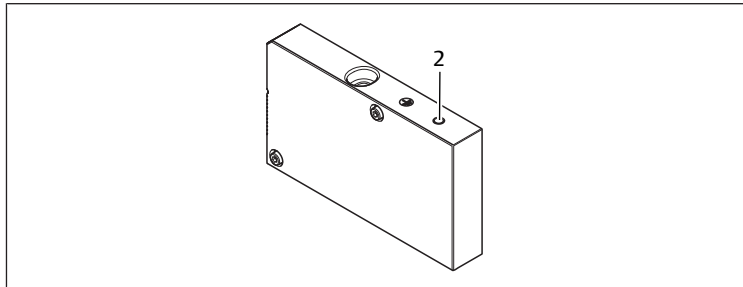

Fig. 8: Conexión FE
1. Para desviar interferencias de CEM, conecte a tierra la conexión FE (2) de la placa final izquierda mediante un conducto de baja impedancia. Véase → Fig. 8.